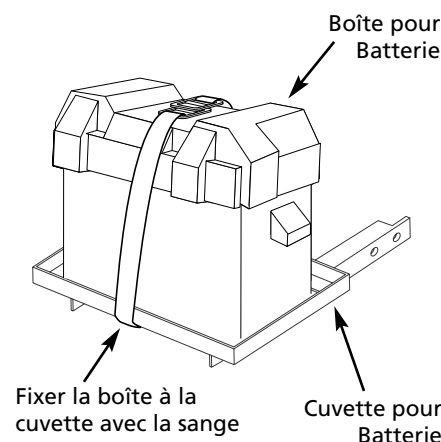

Figure 3 - Fixer la Boîte
4. Placer le couvercle sur la boîte pour batterie et le fixer avec la sangle en s'assurant que la boîte soit bien fixée à la cuvette (Voir Figure 3).